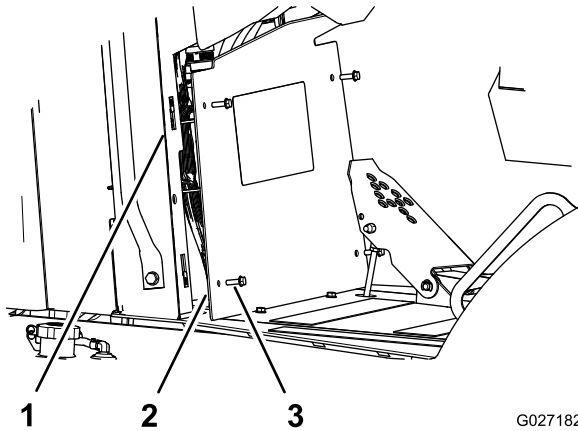

Figura 2
1. Retire los 4 pernos de cabeza hexagonal con arandela prensada (5/16" x 1") que sujetan el panel inferior a la consola (Figura 2).
2. Alinee los taladros del panel inferior con las tuercas rápidas de la consola (Figura 2).
3. Sujete el panel a la consola con los 4 pernos de cabeza hexagonal con arandela prensada (Figura 2).